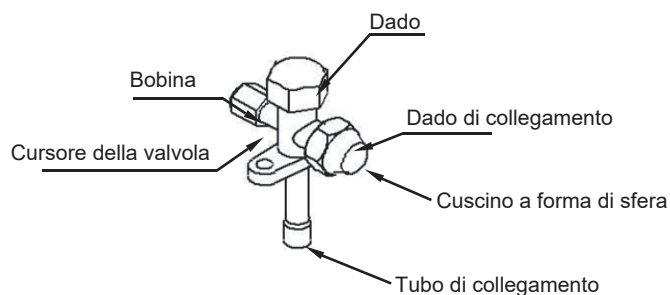

Fig.4-10
- In generale, la forma della valvola di arresto e i nomi di ogni parte sono mostrati in Fig.4-10.